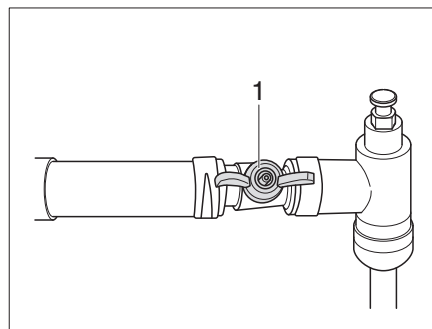

Bild 330 Absperrhahn Alde, geöffnet
- Absperrhahn (Bild 330,1) quer zur Rohrleitung stellen.
- Absperrhahn (Bild 330,1) parallel zur Rohrleitung stellen.